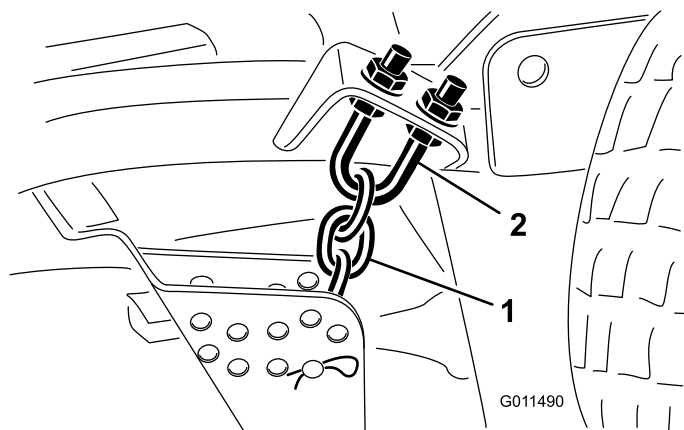

Figura 79
1. Desaperte as porcas de retenção na zona superior ou inferior da cavilha em U da corrente da altura de corte (Figura 79).